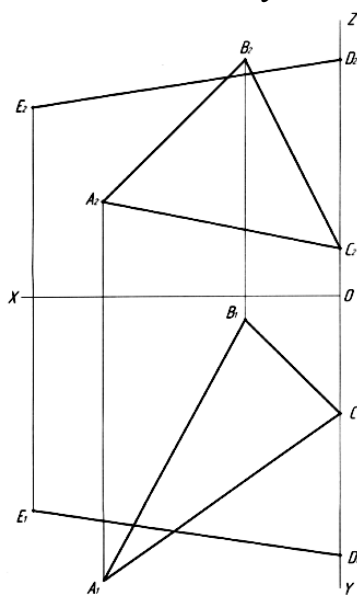

Рис. 1. Построение треугольника  $ABC$  и стороны  $DE$  треугольника  $DEL$
1. Построить треугольник  $ABC$  и сторону  $DE$  треугольника  $DEL$  по заданным координатам (рис. 1).